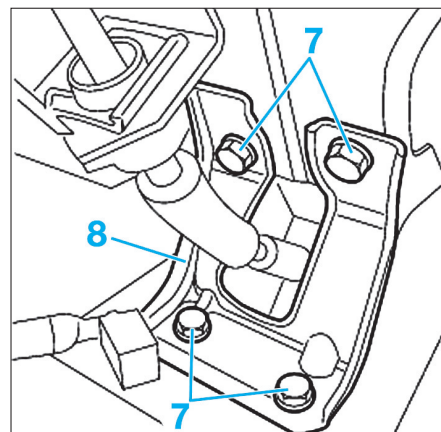

Fig. 64
- Enlever les agrafes de fixation (4) et dégager les tirants / flexibles de l'étrier de support à la boîte de vitesses (5).
- Déposer les vis de fixation (6) et déposer l'étrier de renfort (7) (Fig.64).